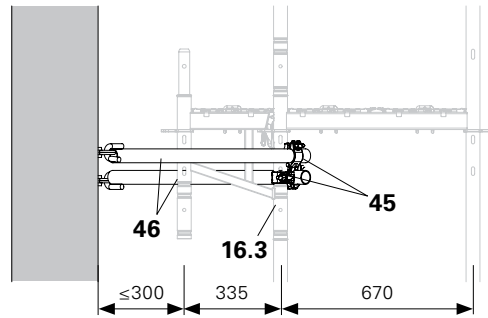

Abb. E1.07
Zwei Gerüsthalter UWT (46) unter ca.  $45^{\circ}$  zur Riegelachse befestigen. Beide Gerüsthalter mit Normkupplungen (48) am Innenrohr (16.3) des Easyrahmens EVF befestigen. (Abb. E1.07 + E1.08)